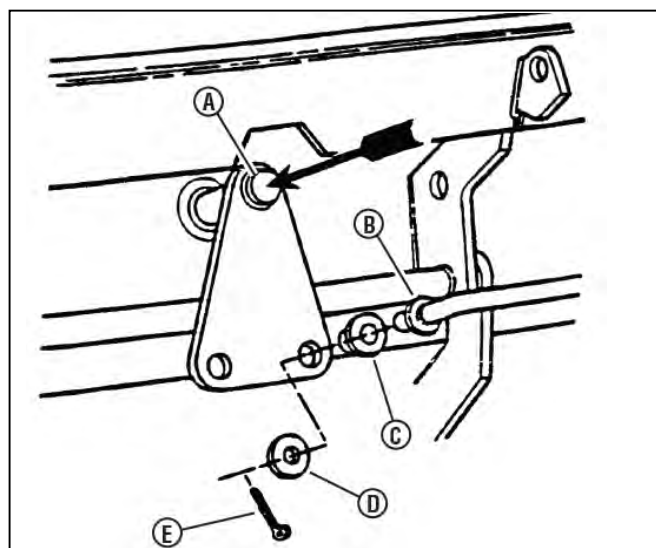
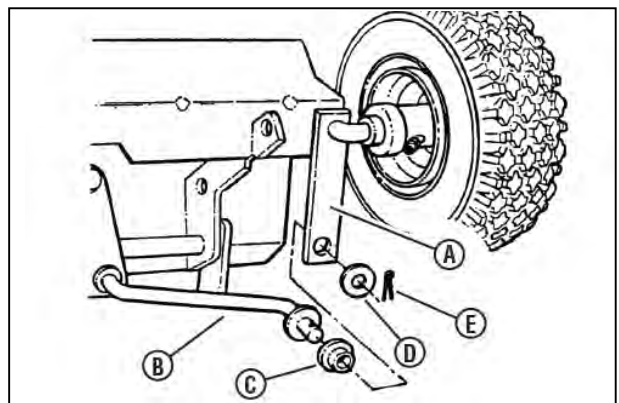

図 1-1
図 1-4
A. ステアリングシャフト(図 1-1 の A)の下の端を奥まで押し込みます。
- A. ブッシング(図 1-1 及び図 1-4 の C)をタイロッド(B)に取り付けます。
- B. タイロッドをステアリングシャフト(図 1-1 の A)とステアリングアーム(図 1-4 の A)に差し込みます。平ワッシャ(図 1-1 及び図 1-4 の D)と割ピン(E)で止めます。